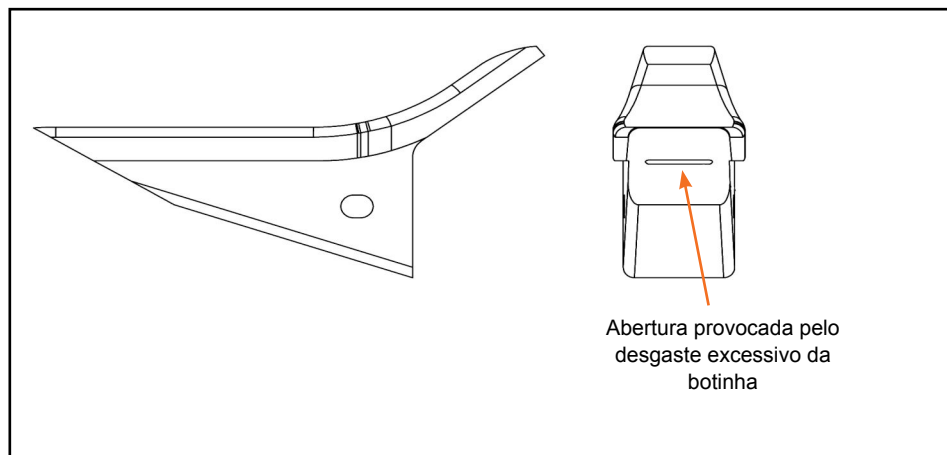

Figura 43
- Durante o trabalho, as botinhas sulcadoras sofrem desgaste e devem ser substituídas quando o implemento começar a apresentar dificuldade para penetrar no solo ou sempre que aparecer o primeiro sinal de perfuração na parte frontal da botinha (Figura 43).